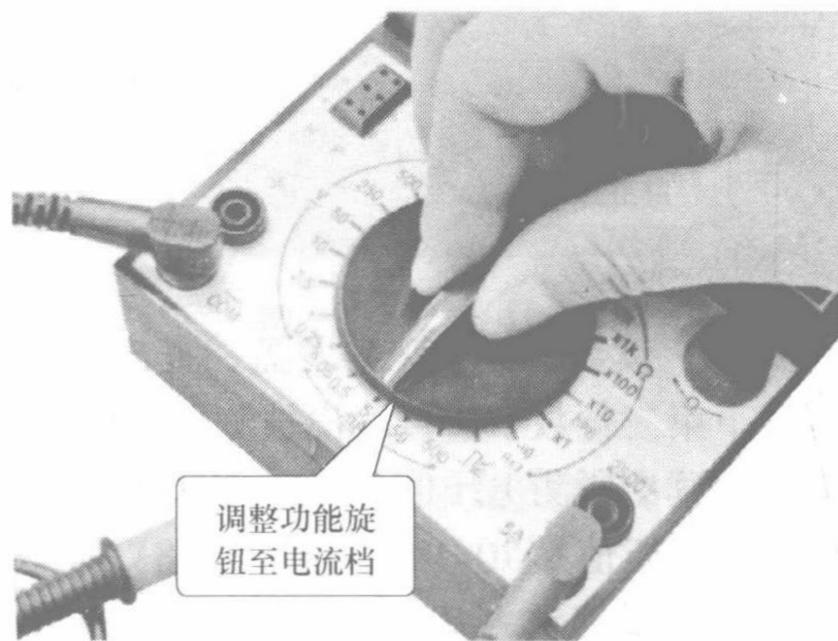

图 1-9 调整功能旋钮
(2) 选择量程 将功能调整开关调整至直流电流档，若不清楚电流的大小，应先用最高电流档（500mA 档）测量，然后逐渐换用低电流档，直至找到合适的档位，如图 1-9 所示。